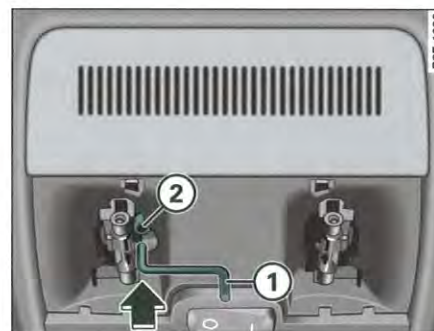

Fig. 61 Vue partielle du pavillon : manivelle pour commande d'urgence
- Insérez la manivelle ① jusqu'en butée dans l'alésage hexagonal ② $\Rightarrow$ *page 69*, fig. 61.